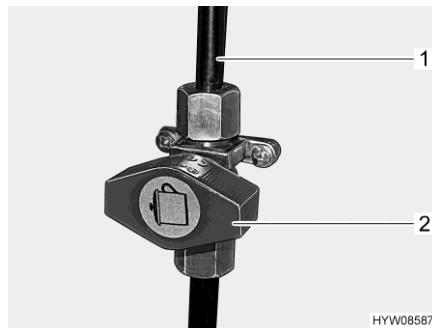

Fig. 45 Simbolo sul rubinetto di arresto del gas
Nel veicolo, il fornello a gas è dotato di un rubinetto di arresto del gas (Fig. 45,2).
- Posizionare il rubinetto di arresto del gas parallelamente alla tubatura (Fig. 45,1) che alimenta il fornello a gas.
- Posizionare il rubinetto di arresto del gas trasversalmente alla tubatura (Fig. 45,1) che alimenta il fornello a gas (Fig. 45).